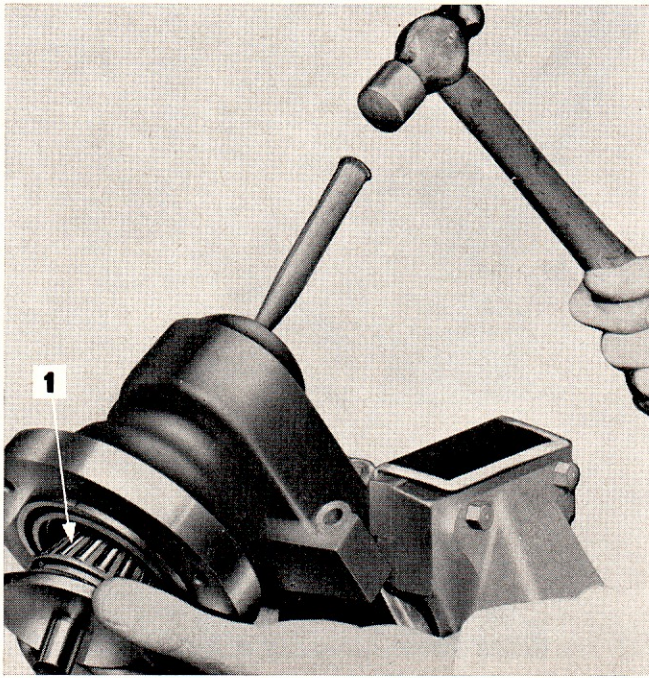
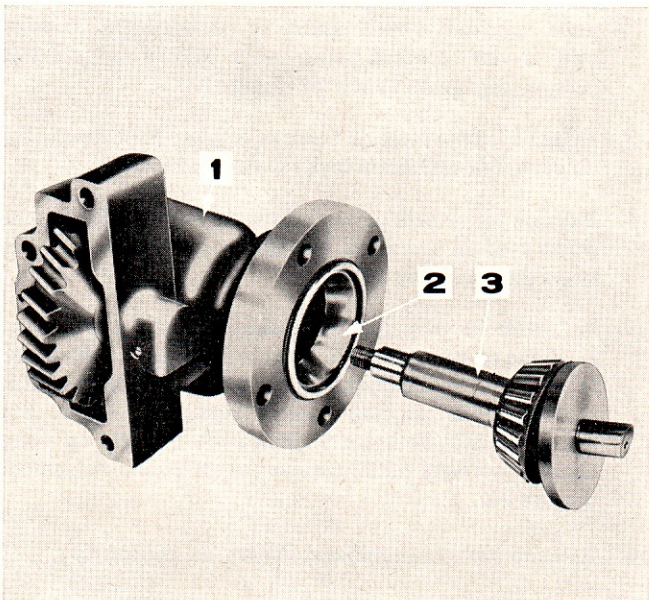

Figure 85: Dépose de l'arbre d'entraînement et de son roulement
Figure 86: Arbre et carter d'entraînement
15. A l'extrémité du carter d'entraînement, déposer le frein élastique et le bouchon. Rebuter le joint torique. Extraire l'écrou et la rondelle, puis, le carter d'entraînement immobilisé dans un étau comme représenté Figure 85, appliquer sur l'extrémité fileté de l'arbre un long chasoir conique pour extraire l'arbre et son roulement (Figure 86).